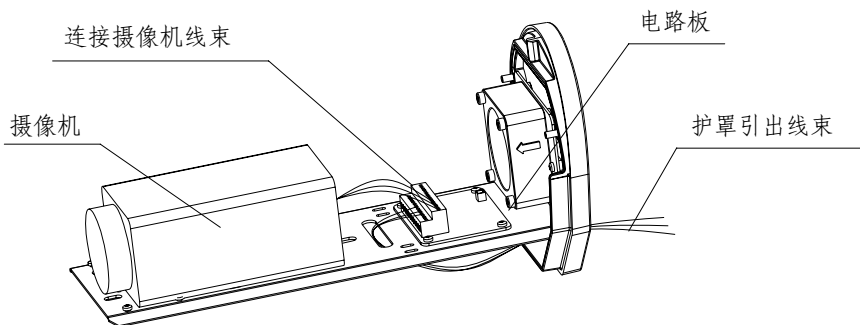

图 10 护罩安装图
5.3.4 按照图 10 所示,护罩外部线束由出线孔穿入,穿过托板连接到电路板插座 CON1 的较低一侧的对应端子上。